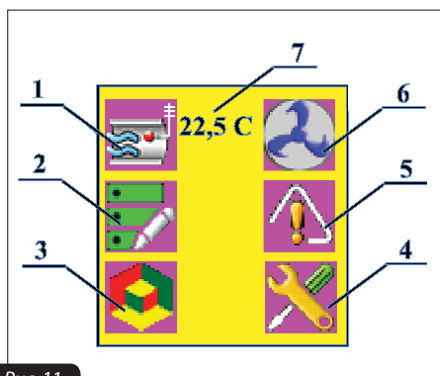

Рис. 11
При возникновении хотя бы одной из перечисленных выше аварий САУ блокирует работу вентиляторов и загорается индикатор аварии (5) (см.рис.11) на панели контроллера. Коды аварий смотреть в таблице №4.